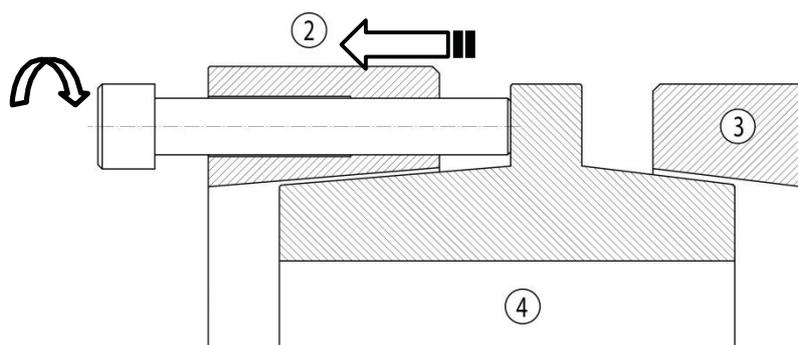

Figura 7
2. Iniziare a serrare le viti nella fessura dell'elemento di serraggio. Procedere in senso orario fino a quando l'anello di bloccaggio corto (3) viene rimosso.
3. Non appena l'anello di serraggio corto (3) è allentato, avvitare quante più viti nella filettatura di spinta dell'anello di serraggio lungo (2) come mostrato in Figura 7.